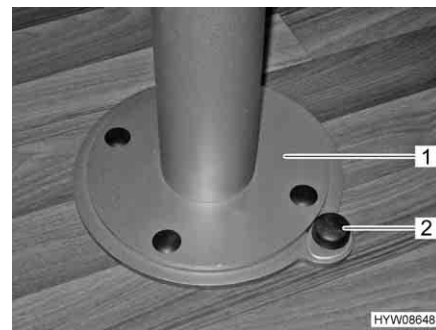

Fig. 81 Sbloccaggio dispositivo di rotazione piede del tavolo
- Spingere verso il basso il bottone (Fig. 81,2) del bloccaggio.
- Ruotare il piede del tavolo con il piano del tavolo (Fig. 81,1) nella posizione desiderata.